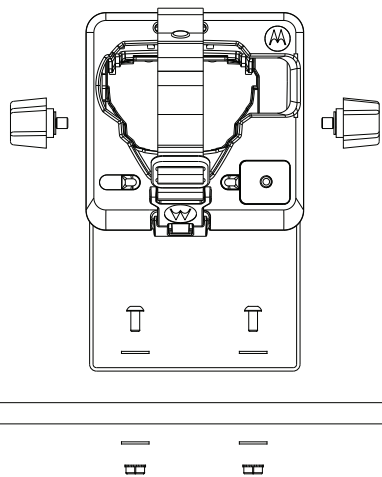

Figure 1 Installation du chargeur de véhicule
- En vous référant à Figure 1, montez le support à l'aide des vis, rondelles, rondelles de blocage et écrous appropriés.
- Insérez l'appareil dans le support, puis installez la rondelle et le bouton fileté dans le boîtier, comme illustré à la Figure 1.